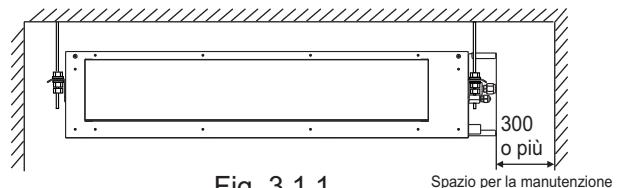

Fig. 3.1.1
- Ove vi sia uno spazio sufficiente per la manutenzione e il funzionamento (vedere Fig. 3.1.1 e 3.1.2)